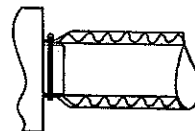

figure 1
- Le raccordement des gaines sur l'appareil, et sur les différents accessoires (Tés, "Y", Croix) s'effectuera à l'aide de colliers, serrant les deux enveloppes (figure 1). Pour parfaire l'étanchéité il est possible d'utiliser du ruban adhésif.